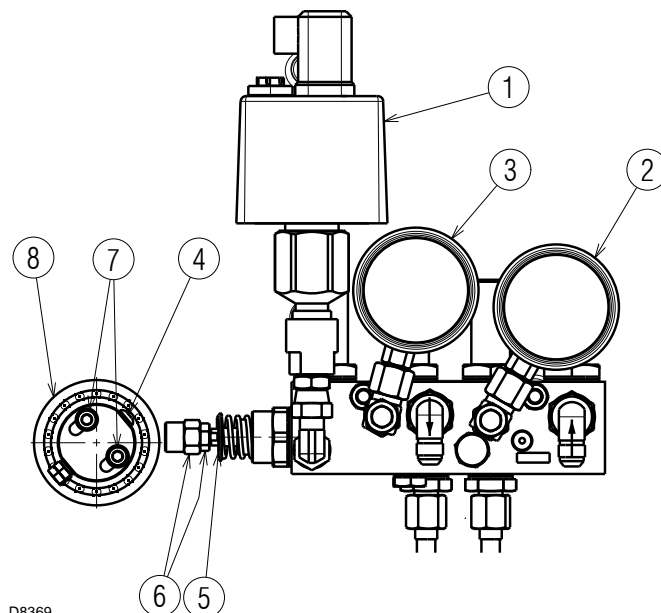

Abb. 32
ändern Sie die Exzentrizität durch Betätigen der Schraube 4)(Abb. 32) nach dem Lockern der Schrauben 7)(Abb. 32). Beim Eindrehen der Schraube 4)(Abb. 32) wird die Exzentrizität erhöht, wodurch die Differenz zwischen dem Maximal- und Minimaldruck im Rücklauf von der Düse steigt.
Legende (Abb. 32)
- Regeln Sie den Rücklaufdruck auf ein Minimum von etwa 6 bar. Dazu muss die Länge der Welle 5) (Abb. 32) durch Betätigen der Mutter 6) (Abb. 32) verändert werden.
- Erhöhen Sie nach dieser ersten Einstellung die erzeugte Leistung mit dem automatisch rückstellenden Wahlschalter auf der Steuertafel. Stoppen Sie den Vorgang nach einer Rotation des Stellmotors um 15° und nehmen Sie eine neue Einstellung mit dem Luftnocken mit variablem Profil vor. Es wird empfohlen, eine ausreichende Einstellung vorzunehmen, so dass keine rauchige Flamme entsteht, und schnellstmöglich die maximale Leistung zu erreichen (maximaler Hub des Stellmotors 130°). Stellen Sie am Exzenter (Schraube 4, Abb. 32) den Druck in der Rücklaufleitung ein, um die gewünschte und von der Düse geforderte Leistung zu erzielen und danach die Einstellung der Zwischenwerte vorzunehmen.